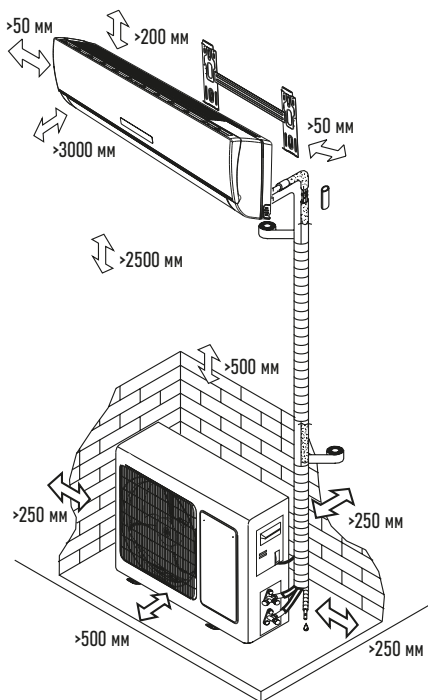

Рисунок 4
- Проверьте расстояния для установки, как показано на рис. 4.